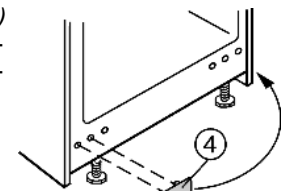

Fig. 4
- ▶ Удалите крышку Fig. 4 (4) и закройте ею открывшиеся крепёжные отверстия.